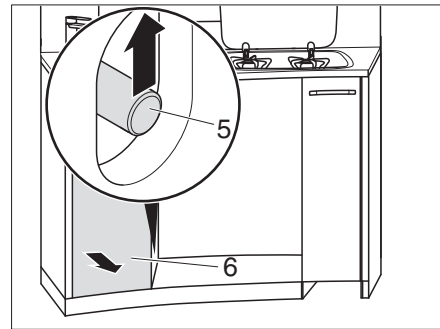

Fig. 121 Desbloquear el cajón superior de la cocina
- Introducir la mano a través de la abertura y empujar hacia arriba la barra de empuje (Fig. 121,5).